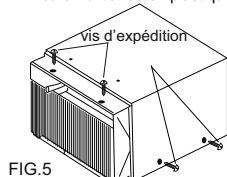

FIG.5
7. Retirez les vis d'expédition du haut de l'unité et du côtés depuis la base si installé. (Voir FIG.5)